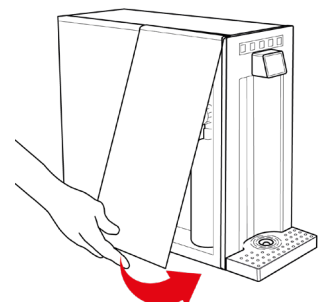

Fig. 2-13
22.6 – Rimontare il pannello laterale in plastica, inserendolo prima nella sede superiore per consentire l'aggancio dello stesso al telaio dell'apparecchio e poi appoggiare la parte inferiore del pannello contro l'apparecchio, vedi Fig. 2-13.